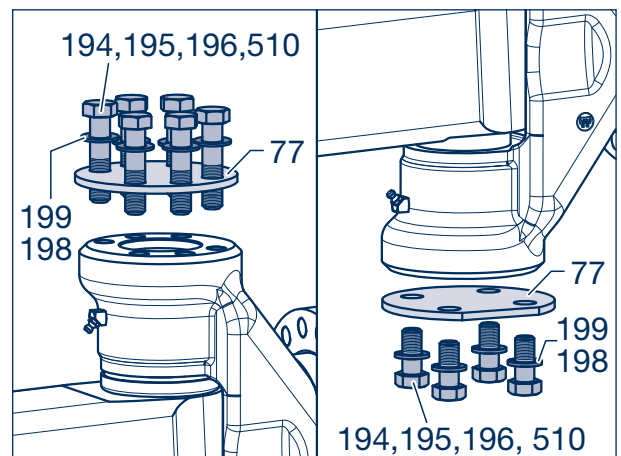

Figure 15
En cas d'aplatissement (flèche) sur la plaque de fermeture (77), celle-ci doit être, en fonction des conditions de place, dirigée vers le support de cylindre (190, 191, figure 15) ou vers le tambour de frein (380).